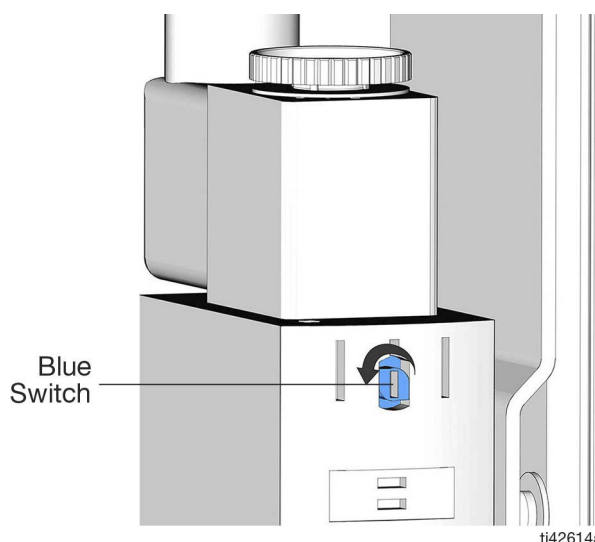

FIG. 10: Posición de funcionamiento normal
3. Tras realizar una prueba del sistema para resolver un problema, vuelva a colocar el tornillo del interruptor de control manual azul en la posición de funcionamiento normal. Inserte un destornillador pequeño de punta plana en la abertura ranurada y gire el tornillo del interruptor de control manual azul en sentido contrario a las agujas del reloj, de vuelta a su posición original (Fig. 10).